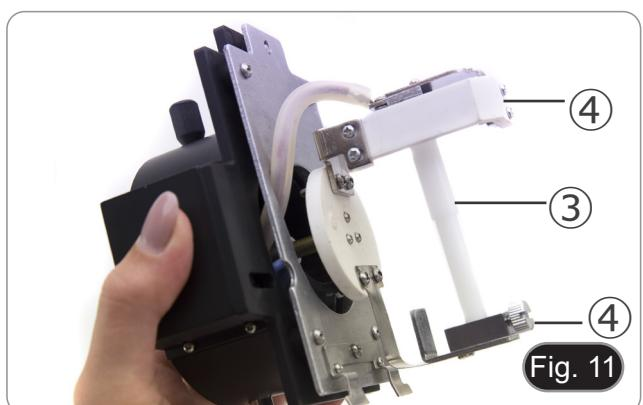

Fig. 11
2. Retirar el bloque de plástico ③ del cuerpo de la lámpara (o de la lámpara usada en caso de sustitución) aflojando los dos tornillos de bloqueo ④. (Fig. 11)